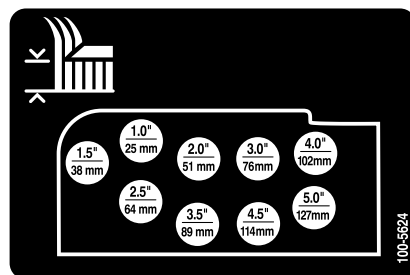

Figura 19
- Monte as correntes da altura de corte no orifício da altura de corte desejada com o contrapino e pino de segurança (Figura 19).